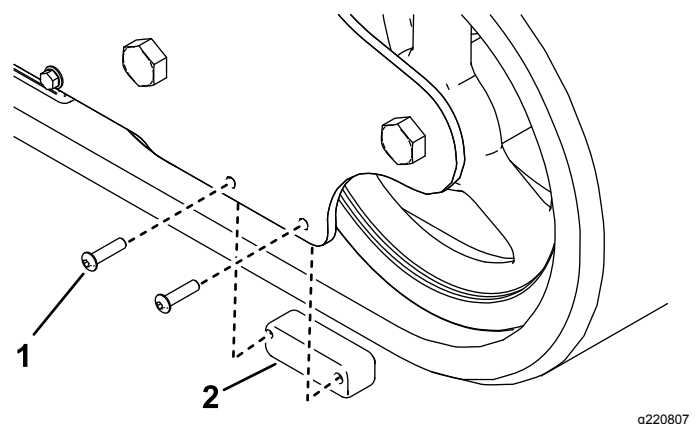

Рисунок 2
2. Нанесите резьбовой герметик на болты со сферическими головками и используйте их для установки износной колодки из комплекта (Рисунок 2).